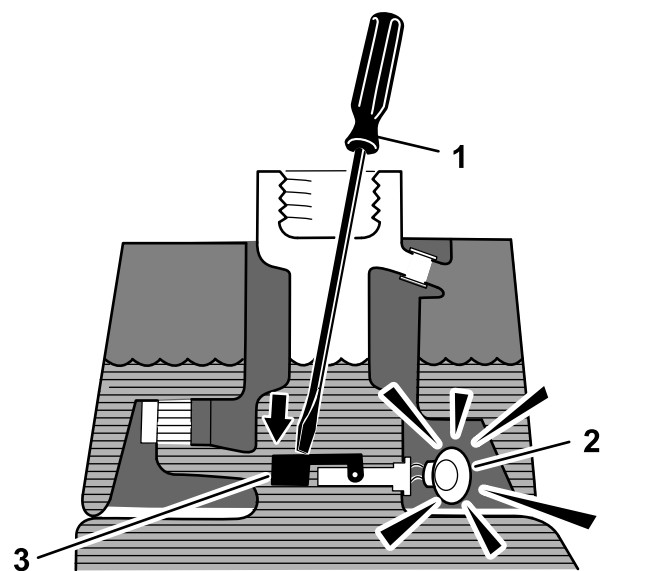

Figure 57
3. Introduisez une tige ou un tournevis propre dans le goulot du réservoir et enfoncez doucement le contacteur à flotteur (Figure 57) ; l'alarme devrait se déclencher au bout d'une seconde.